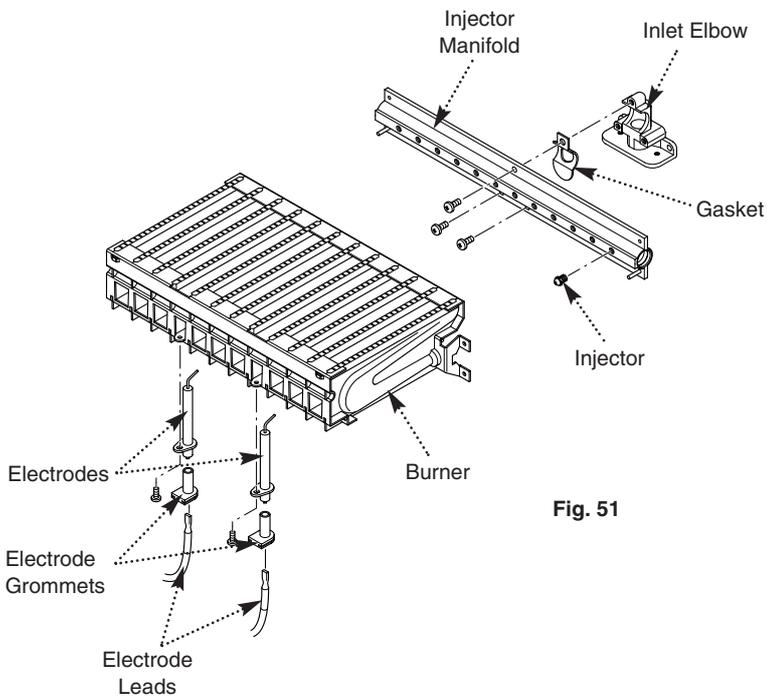

Fig. 51
12.5 Injectors (Fig. 51)
12.6 Electrodes (Fig. 51)